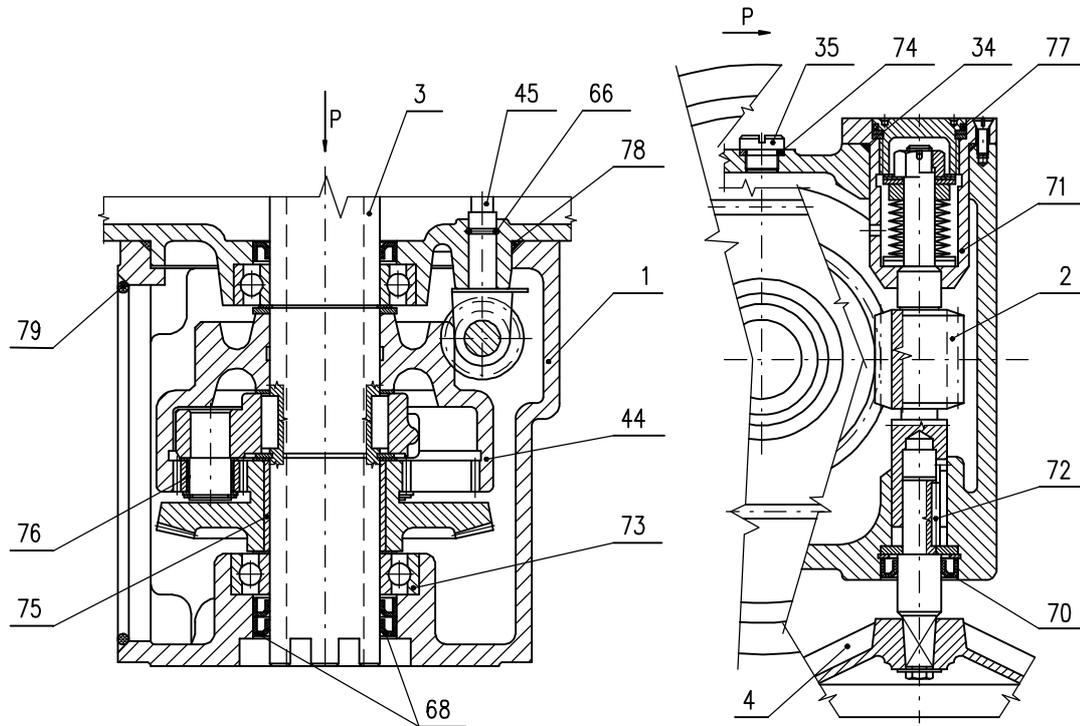
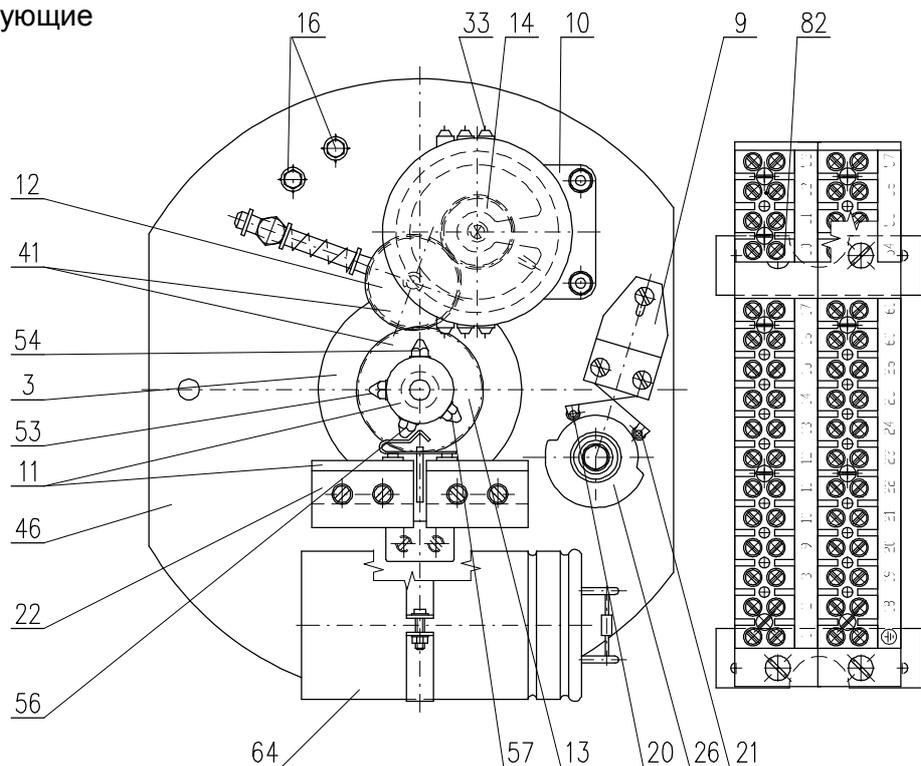
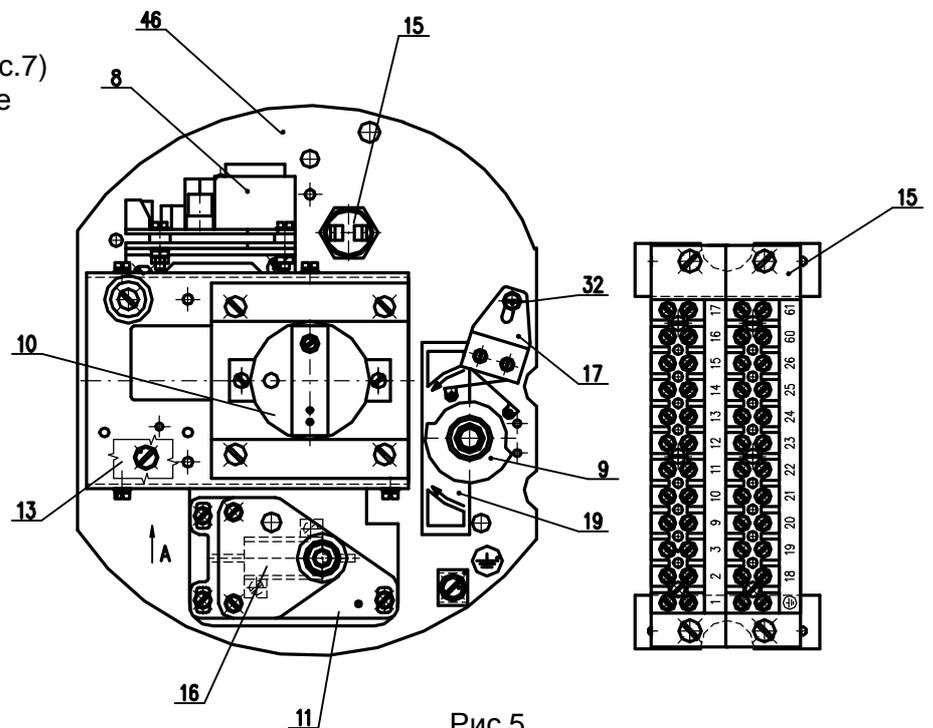
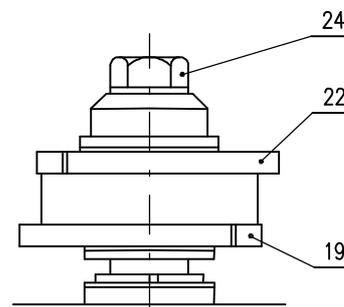

Рис. 2
Рис.3
Рис.5
Рис. 7
Модуль М3 – силовая передача с ручным управлением (Рис.2)
Модуль М4 – шкаф управления(Рис.3) – исполнение с датчиком сопротивления
Модуль М4 – шкаф управления(Рис.5) – исполнение с емкостным датчиком.
- блок выключения момента (Рис.7)
Блок моментного выключения (Рис.7)
Блок выключателей (9) (Рис.3) образован из двух микровыключателей S1(20) и S2(21). В рабочее положение устанавливается после ослабления винта (17) (Рис.5).
Блок кулачков (26) (Рис.3) образован двумя передвигными кулачками (19) и (22) (Рис.7), находящимися на вале управления момента (45) (Рис.2). Размер поворота кулачков является мерилем размера выключающего усилия.
Электрическое присоединение выполняется через клеммную колодку (82) (Рис.3) или коннектор.